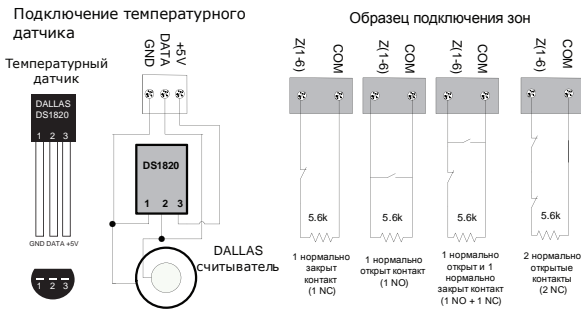
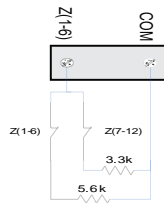

рис. Nr2.
рис. Nr4.
4. Соедините цепь по схеме, показанной в рис. Nr2. На рис. Nr3 показано схема подключения температурного датчика, а также разные варианты подключения охраняемых зон. Рисунок NR4 показывает схему подключения охраняемых зон с помощью ATZ (зон дублирования режима). ATZ можно включить только с компьютерной программой ESIM262 ConfigurationTool.